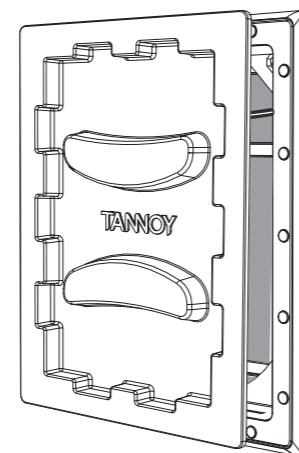

Fig. 12. Adding the Paint Mask to the Frame
2. Pressione a máscara de pintura na moldura, onde será mantida no lugar por meio de ímãs (Fig. 12). Isso é deixado no local enquanto a parede e a moldura são pintadas e até que o alto-falante esteja pronto para ser instalado.